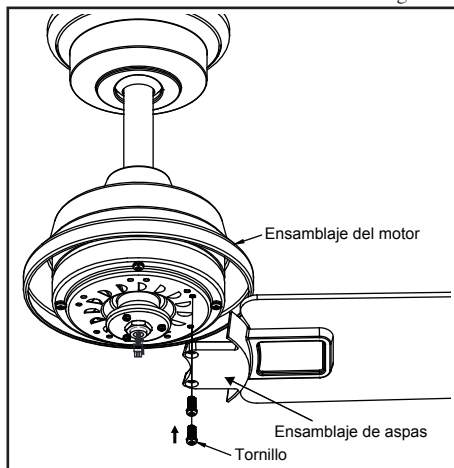

Figura 13
2. Sujeta el ensamblaje del aspa al ensamblaje del motor alineando los dos orificios de tornillo en el ensamblaje del aspa con los dos orificios de tornillo en el ensamblaje del motor. Fíjalo con los tornillos de soporte de aspa provistos (Figura 13).